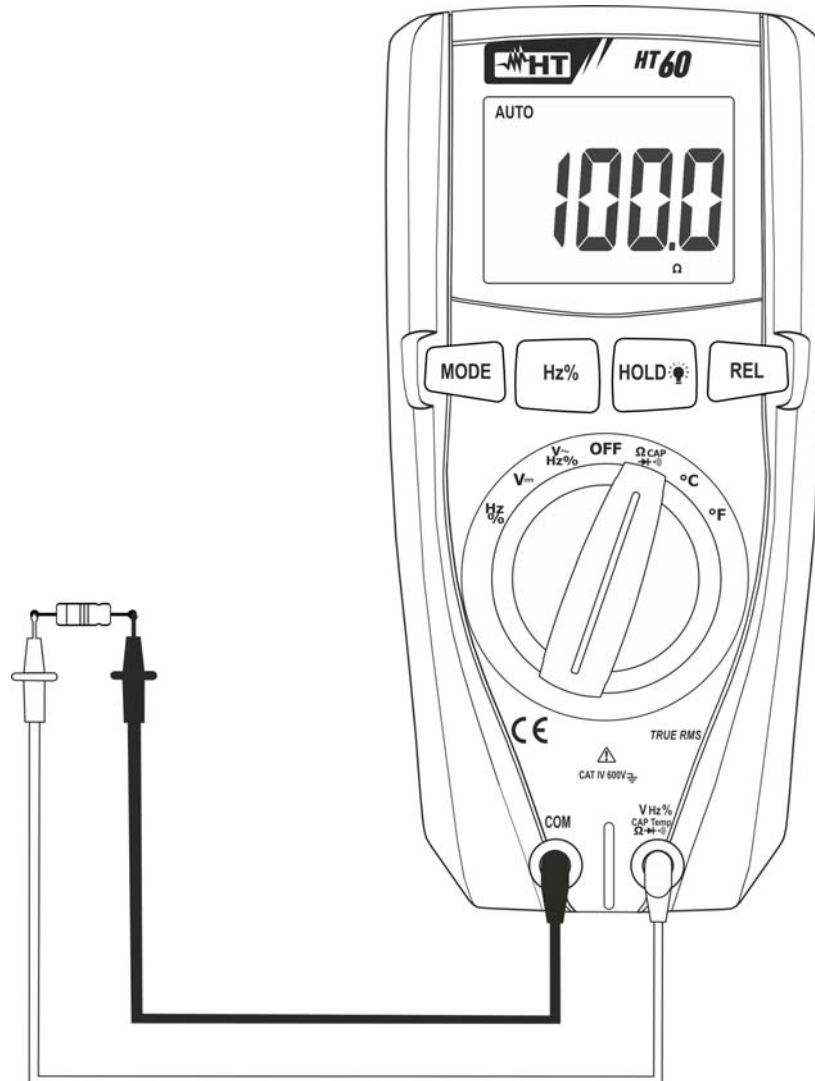

Abb. 4: Verwendung des Gerätes für Widerstandsmessung und Durchgangsprüfung
3. Verbinden Sie die Messleitungen in die gewünschten Messpunkten des zu messenden Kreises (siehe Abb. 4). Der Widerstandswert erscheint auf dem Display.